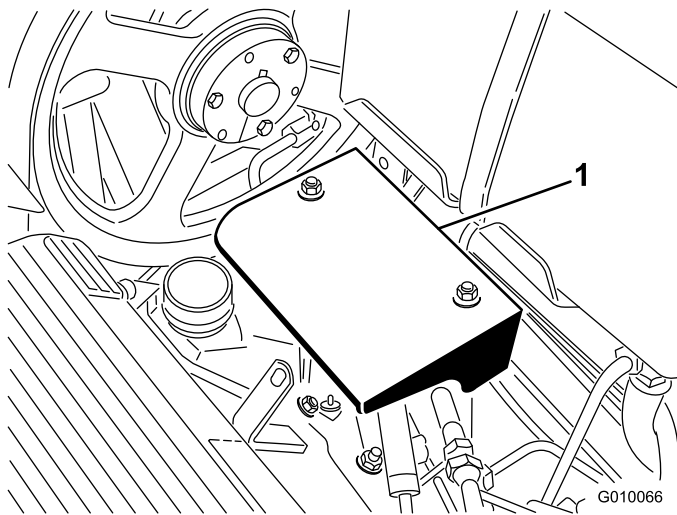

図 56
2. ポンプシールド取り付けナット 2 個を外してシールド外す (図 56)。